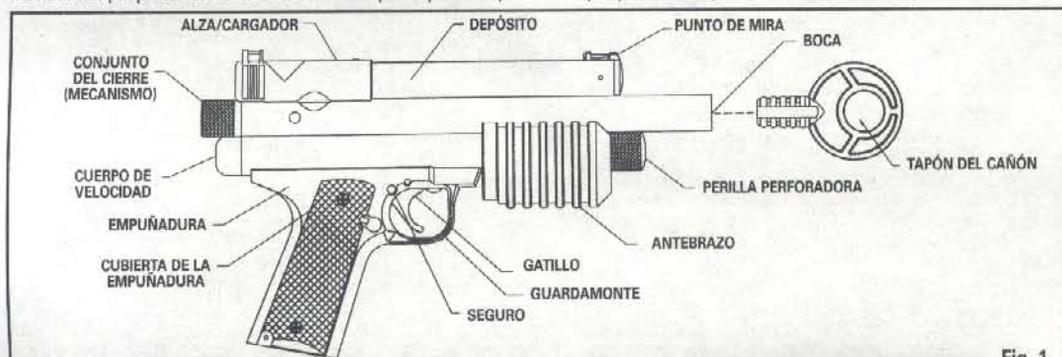

Fig. 1
- Inserte el tapón del cañón en la boca de la pistola, tal como se muestra en la Fig. 1.
- Asegúrese de que el tapón del cañón esté insertado en la boca de la pistola, tal como se muestra en la Fig. 1.